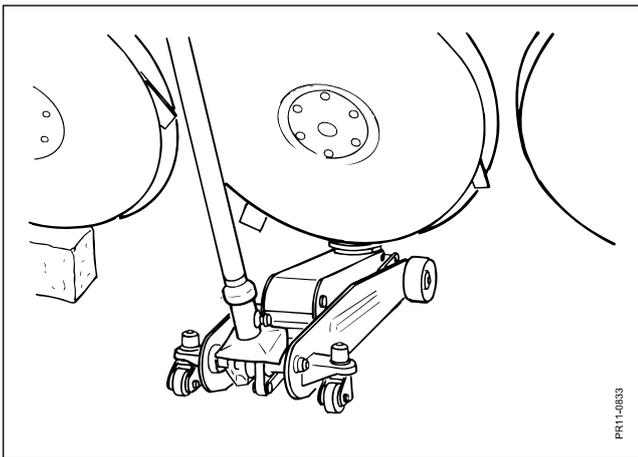

Fig. 5-5
**Fig. 5-5** bis einen Klotz unter einer der äußersten Rotorplatten gelegt werden kann. Dann den Wagenheber auf der Kante der Rotorplatte rücken